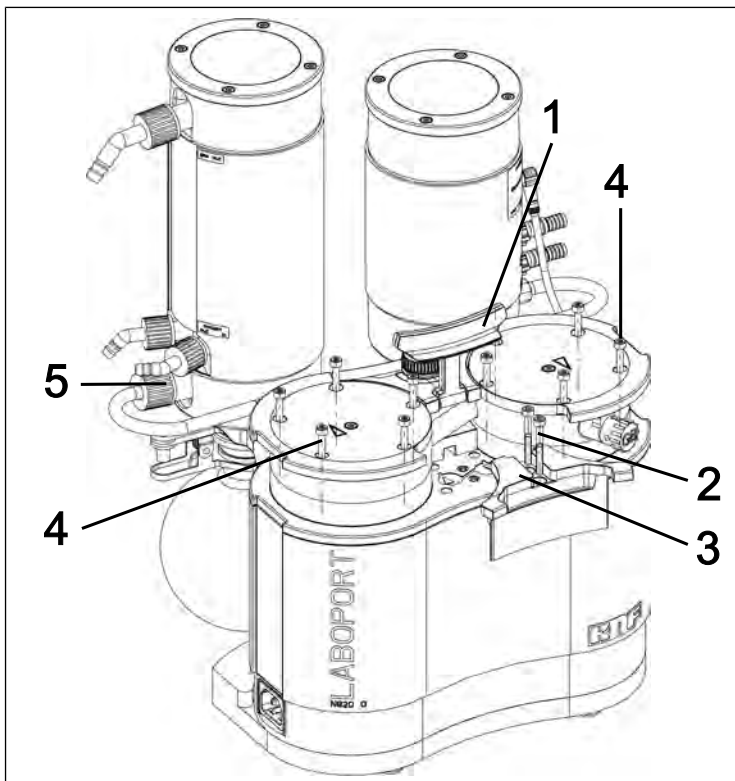
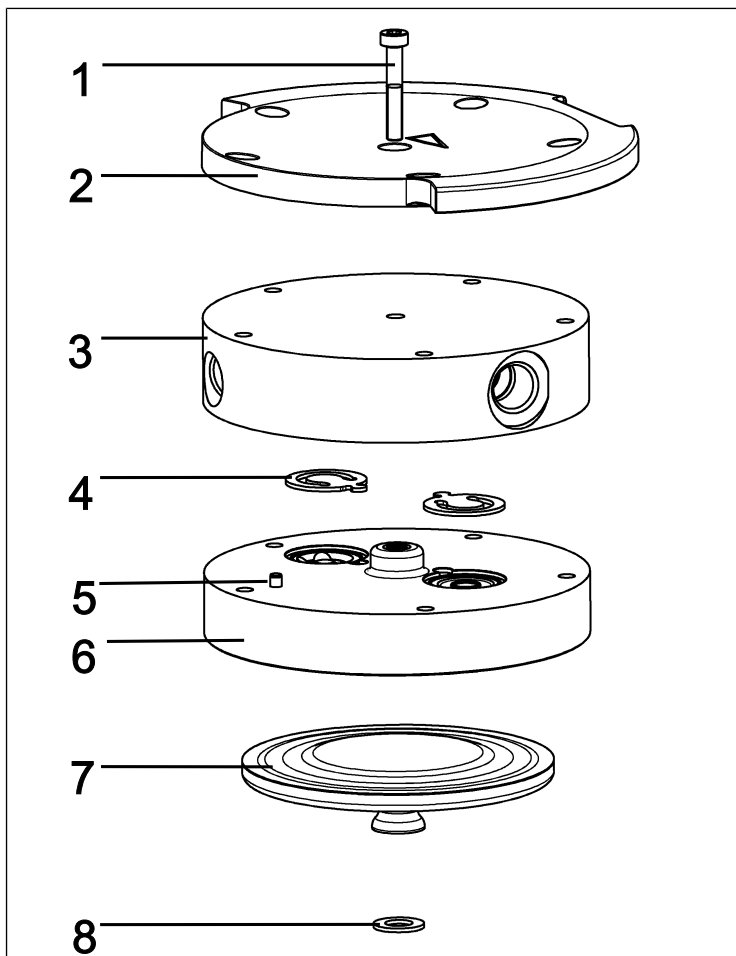

Fig.25: Démontage de la poignée
Fig.26: Tête de pompe (pompe représentée N820)
4. Desserrez l'écrou d'accouplement du raccord de tuyaux (5/ Fig. 25) des composants du système de vide.
5. Mettez la poignée (1/ Fig. 25) en position verticale.
6. Desserrez les deux vis (2/ Fig. 25) du cache de poignée (3/ Fig. 25).
7. Retirez le cache de poignée (3/ Fig. 25).
8. Desserrez les 10 vis extérieures de la tête (4/ Fig. 25) sur les deux têtes de pompe.
9. Retirez les 10 vis extérieures de la tête (4/ Fig. 25) hors des deux têtes de pompe.
- i** Laissez tout d'abord les deux vis intérieures de la tête (1/ Fig. 26) bien serrées à ce stade.
**i** Les numéros de position se réfèrent aux Fig. 26, sauf indication contraire.
1. Marquez la plaque supérieure (2), le couvercle (3) et la plaque intermédiaire (6) d'un trait de crayon continu. Cela permet d'éviter que les pièces ne soient mal assemblées par la suite.
2. Retirez les vis extérieures (4/ Fig. 25) des têtes de pompe.
9. Placez les 10 vis extérieures (4/ Fig. 25) dans la tête de pompe et serrez-les en croix (couple de serrage : SC820G : 4 Nm; SC840G: 5 Nm)
- i** S'il n'est pas possible d'insérer les vis extérieures (4/ Fig. 25) dans la tête de pompe, desserrez la vis de tête intérieure (1) et vérifiez que le couvercle de la tête (3) est bien fixé sur la plaque intermédiaire (6).
11. Serrez l'écrou d'accouplement du raccord de tuyaux (5/ Fig. 25) sur le condenseur haute performance (2/ Fig. 3) à la main.
1. Montez le cache de poignée (**3**/Fig. 25).
2. Serrez les vis (**2**/Fig. 25) du cache de poignée (**3**/Fig. 25) (couple de serrage : 2 Nm).